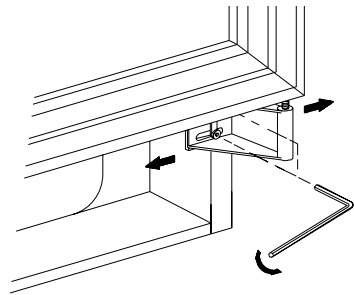

Abb. 2
Siehe Abb. 2
2. Das obere Scharnier wird abmontiert. Siehe Abb. 2. Das Scharnier festhalten, da es federbelastet ist und sich deshalb drehen wird, wenn die Schrauben entfernt werden.